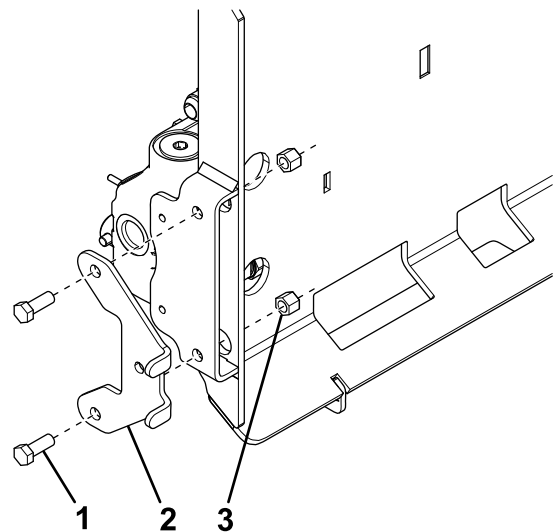

Figura 5
1. Sujete el soporte de montaje de las mangueras al lado izquierdo del armazón del esparcidor con 2 pernos ($\frac{3}{8}$ ") y 2 contratuerzas de nylon ($\frac{3}{8}$ "), como se muestra en la Figura 5.